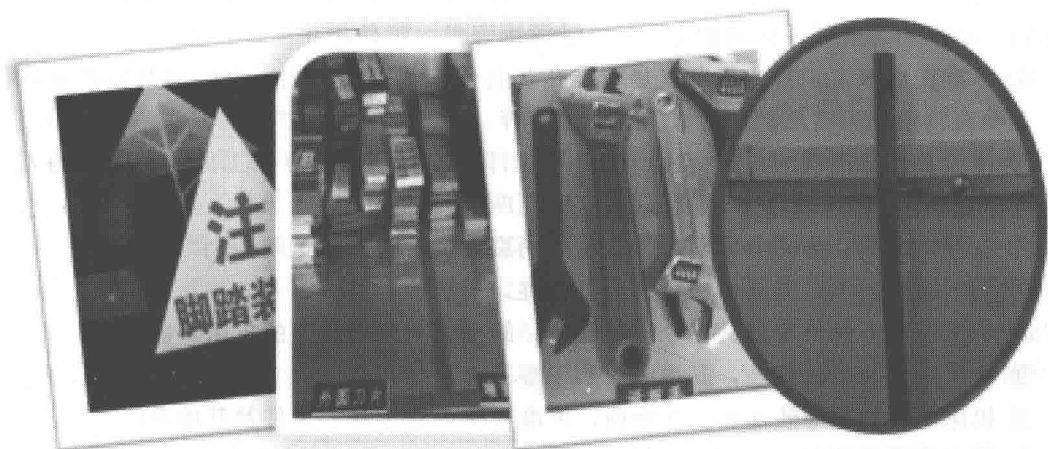

图 1-2 车间 6S 管理
(1) 整理 (Seiri) —— 将工作场所的任何物品区分为有必要和没有必要的，除了有必要的留下来，其他的都消除掉。其目的是：腾出空间，空间活用，防止误用，塑造清爽的工作场所。
(2) 整顿 (Seiton) —— 把留下来的必要的物品依规定位置摆放，并放置整齐加以标识。其目的是：工作场所一目了然，消除寻找物品的时间，整整齐齐的工作环境，消除过多的积压物品。
(3) 清扫 (Seiso) —— 将工作场所内看得见与看不见的地方清扫干净，保持工作场所干净、亮丽。其目的是：稳定品质，减少工业伤害。
(4) 清洁 (Seiketsu) —— 将整理、整顿、清扫进行到底，并且制度化，经常保持环境外在美观的状态。其目的是：创造明朗现场，维持上面 3S 成果。
(5) 素养 (Shitsuke) —— 每位成员养成良好的习惯，并遵守规则做事，培养积极主动的精神 (也称习惯性)。其目的是：培养有好习惯、遵守规则的员工，营造团队精神。
(6) 安全 (Security) —— 重视成员安全教育，每时每刻都有安全第一观念，防患于未然。其目的是：建立起安全生产的环境，所有的工作应建立在安全的前提下，见图 1-2。